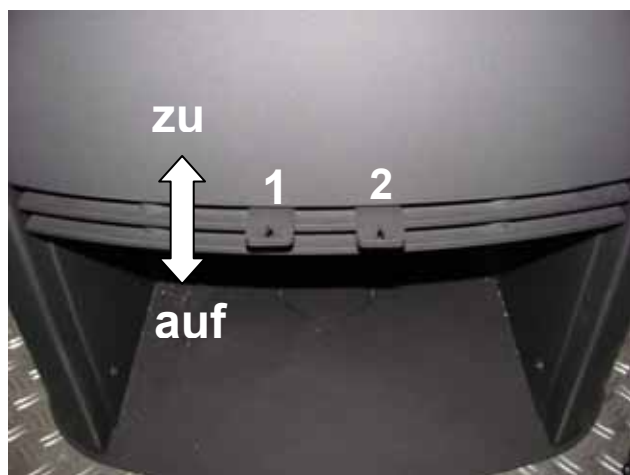

Abb. 16: Position Luftschieber
Zum Öffnen der Luftquerschnitte die Luftschieber aus dem Gerät herausziehen (siehe Pfeil Abb. 16).
Der Primärluftschieber steuert die Luft über den Gussrost (Abb. 16 Pos. 1).
Der Sekundärluftschieber steuert die Luft für die Scheibenspülung, und sollte daher nie ganz geschlossen sein (Abb. 16 Pos. 2)!
- Speziell Scheibenluftquerschnitt (siehe Abb. 16 auf Seite 12) nie ganz schließen, da dann keine Scheibenspülluft mehr auf die Sichtscheibe kommt.